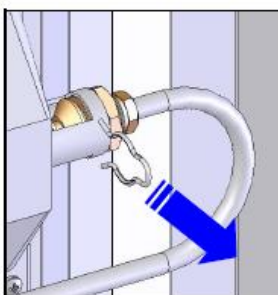

Figure 3
- Pull and Remove Bushing Pin (Figure 3).
- Abziehen und Entfernen der Anschlussklemme der Bolzen (Bild 3.).